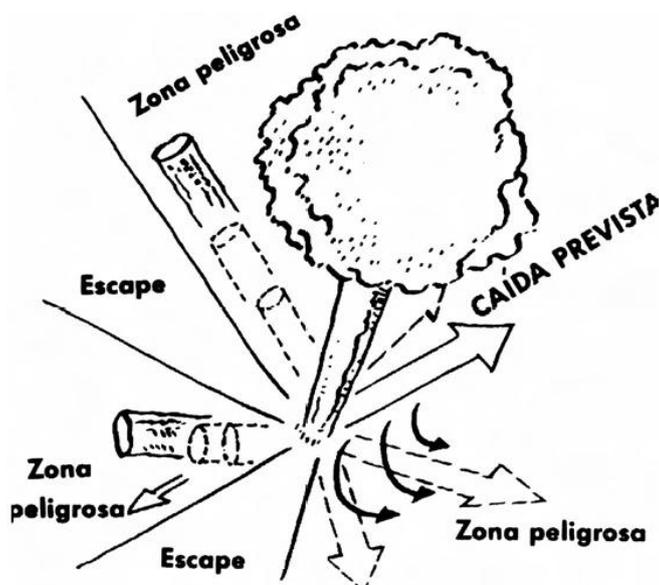

Figura 7.
- Siempre tenga presente las rutas de escape, diagonalmente hacia atrás de la caída prevista, a la hora de derribar un árbol (figura 7).